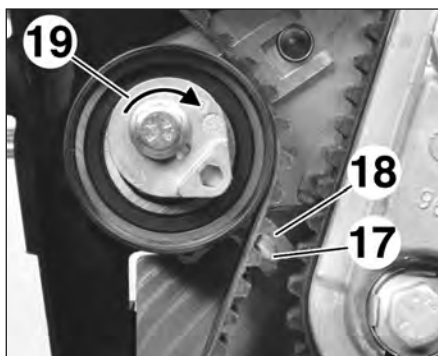

FIG.13
- Tourner légèrement le galet tendeur dans le sens horaire pour aligner l'index (17) avec le repère (18) du galet tendeur (position nominale) (Fig.13).
- la position correcte de l'index (17) avec le repère (18) (Fig.13).